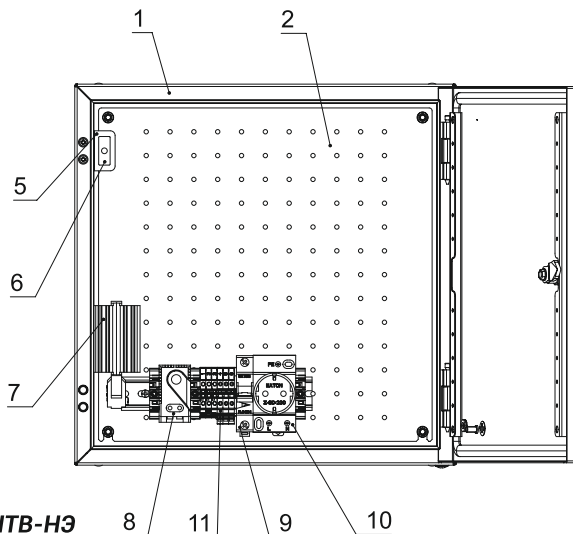

Рис. 2. Общий вид шкафа серии ШТВ-НЭ
Корпус шкафов серии ШТВ-НЭ (поз. 1 рис. 2) имеет металлическую сварную конструкцию, внутри покрыт слоем утеплителя с фольгированием, что увеличивает теплоизоляцию и уменьшает теплопотери через стенки шкафа. В комплект шкафа входят задняя перфорированная оцинкованная панель (поз. 2. рис. 2). Отверстия для ввода кабелей находятся в основании шкафа. Для комплектации Т1 в боковых стенках шкафа предусмотрены отверстия для установки вентилятора с фильтром (поз. 3 рис. 2), а также фильтра впускного (поз. 4 рис. 2). На кронштейне (поз. 5 рис. 2), расположенном на боковой стенке шкафа, находится датчик открытия дверей (поз. 6 рис. 2). На боковой внутренней поверхности шкафа установлены две DIN-рейки, на которых крепятся нагреватель (поз. 7 рис. 2), имеется место для установки дополнительного оборудования.
На оцинкованной панели расположена DIN-рейка с установленными на ней термостатом (поз. 8 рис. 2), клеммами винтовыми (далее клеммники) (поз. 11 рис. 2), автоматическим выключателем (поз. 9 рис. 2) и розеткой штепсельной (поз. 10 рис. 2).
Для защиты оборудования от перегрузок, токов короткого замыкания используется автоматический выключатель 1р 16 А (поз. 9 рис. 2).
В шкафу установлен датчик контактного типа – переключатель кнопочный WP20 (поз. 6 рис. 2), срабатывающий при открывании двери. Характеристики датчика приведены в таблице 2.
Нагреватель расположен на боковой DIN-рейке, используется для нагрева воздуха внутри шкафа (поз. 7 рис. 2). Кабель нагревателя подключается к клеммнику ХТ1 (поз. 11 рис. 2) и терморегулятору.
Вентилятор применяется в шкафах исполнения Т1, устанавливается в боковое отверстие корпуса шкафа, используется для охлаждения внутреннего объема шкафа (поз. 3 рис. 2). Кабель вентилятора подключается к клеммнику XT1 (поз. 11 рис. 2) и терморегулятору.
В шкафу находится термостат (поз. 8 рис. 2), расположенный на DIN-рейке монтажной панели, который регулирует работу нагревателя в шкафу (ЕК1 на схеме) а также вентилятора (M1 на схеме).
5. Проверить с помощью специального инструмента наличие напряжения 230 В в розетке XS1 (поз. 10 рис. 2) .